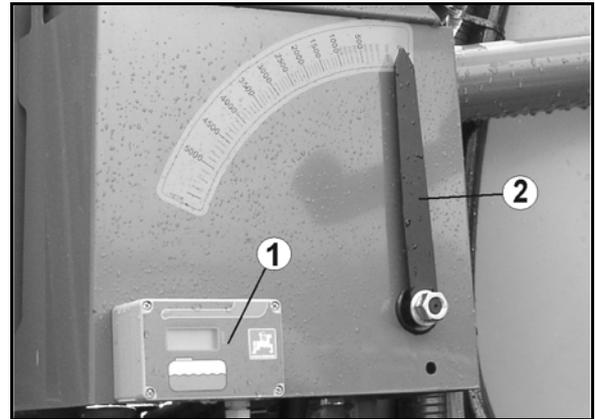

Fig. 55
- de forma electrónica (Fig. 55/1) (opcional)
- de forma mecánica (Fig. 55/2)